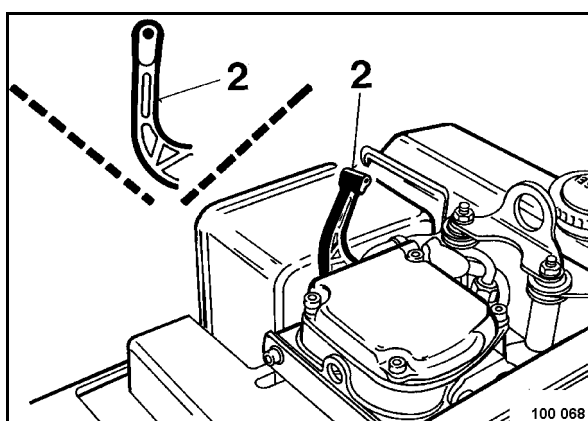

Fig. 24
Después de los 5 giros con la manivela, la palanca de descompresión (2) (Fig. 24) ha vuelto a su posición inicial.